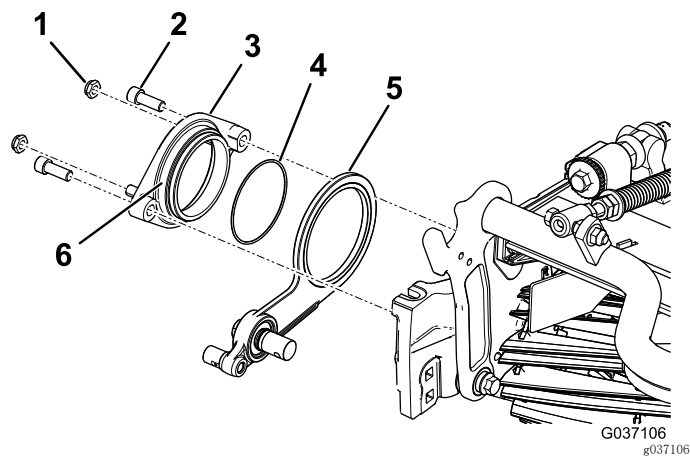

图8
3. 在枢轴轮毂组件外径上涂抹防粘剂（图8）。
4. 用 2 个内六角螺栓将枢轴轮毂固定到滚刀的总轮总成上 (图8)。
5. 将 2 个锁紧螺母松松地安装到枢轴轮毂上 (图8)。